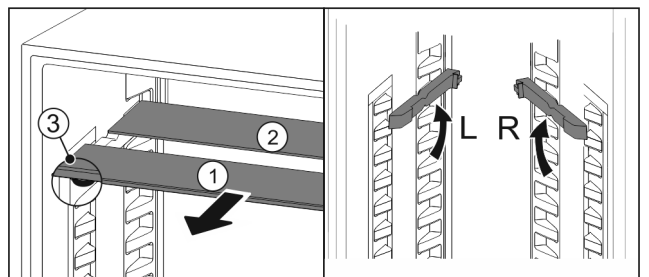

Fig. 22
- ▶ Sortir les tablettes par l'avant *Fig. 22 (1)*.
- ▷ La tablette en verre *Fig. 22 (1)* avec bordure décorative est située à l'avant.
- ▷ Les butées *Fig. 22 (3)* sont orientées vers le bas.